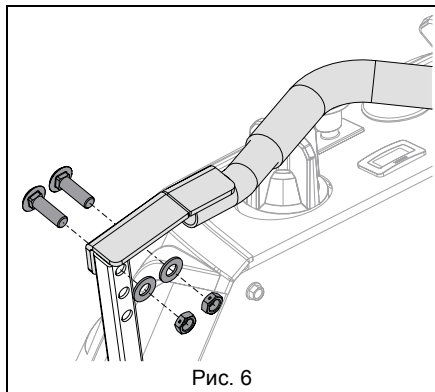

Рис. 6
1. Удалите крепежные элементы, закрепляющие рулевые рычаги на нижних рычагах управления. См. Рис. 6.